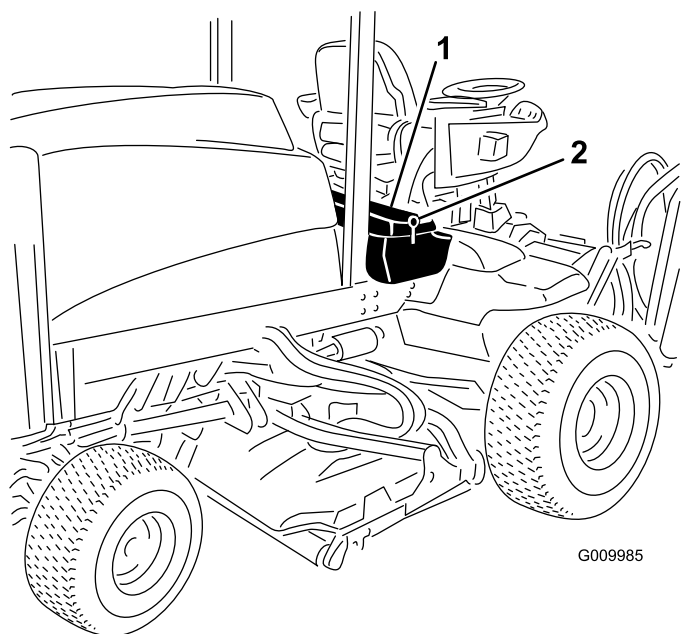
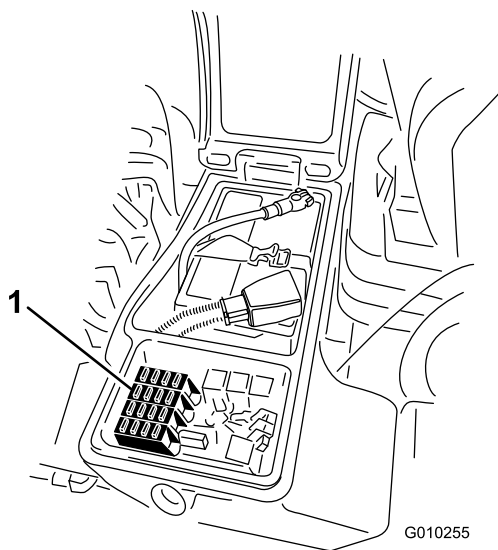

Рисунок 56
Рисунок 57
1. Ослабьте фиксацию защелки крышки правого вещевого отсека и поднимите крышку (Рисунок 56).
1. Ослабьте фиксацию защелки крышки правого вещевого отсека и поднимите крышку (Рисунок 56), чтобы получить доступ к блоку предохранителей (Рисунок 57).
2. Замените открытый плавкий предохранитель (предохранители) при необходимости (Рисунок 57).
3. Закройте крышку правого вещевого отсека и зафиксируйте ее защелкой (Рисунок 56).